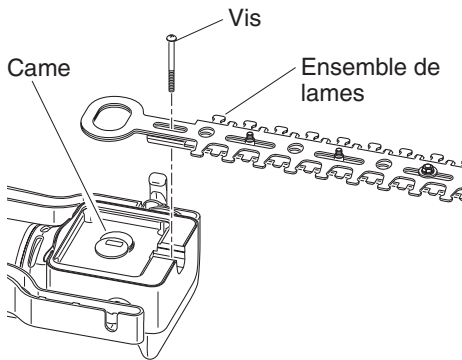

Figure 19 - Retrait de l'ensemble de lames
- Retirez la vis qui maintient l'ensemble de lames en place (consultez la Figure 19).